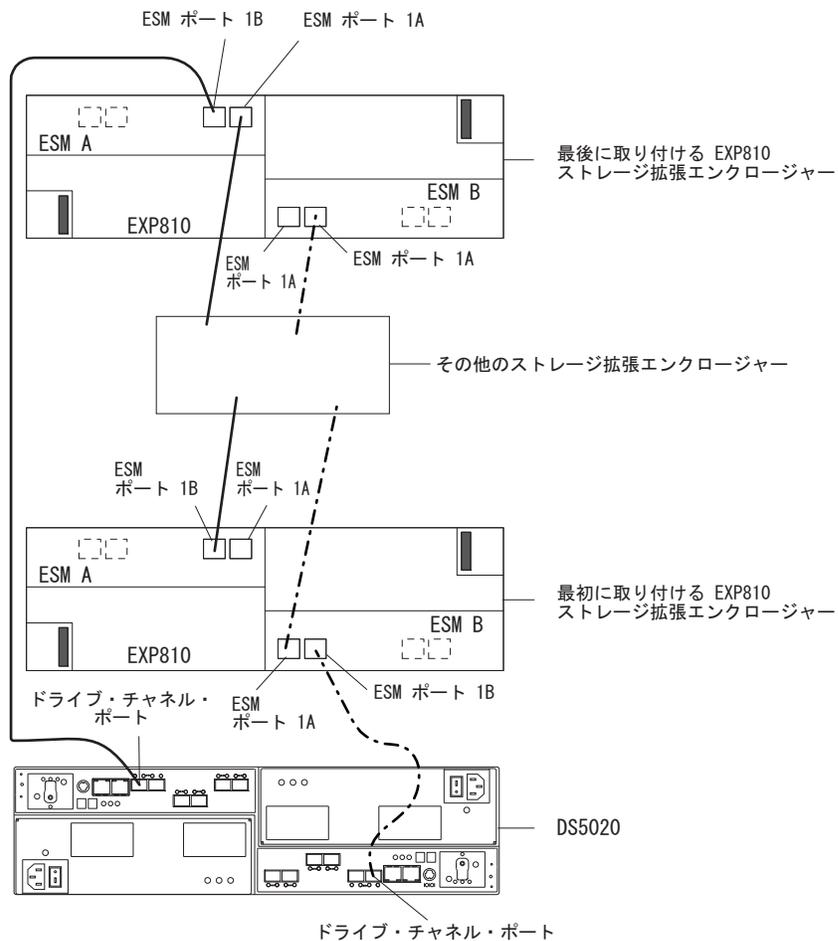

図 45. 1B とラベルされた EXP810 ESM ポートに接続された DS5020 ドライブ・ポート
10. DS5020 ストレージ・サブシステム・コントローラーのコントローラー・ドライブ・ポートは、常に、DS5020 ストレージ・サブシステムに接続された冗長ドライブ・チャンネル/ループのペアにある EXP810 の左右両方の ESM で 1B とラベルが貼られたポートに接続する必要があります。82 ページの図 45 に、ポートの位置が示されています。